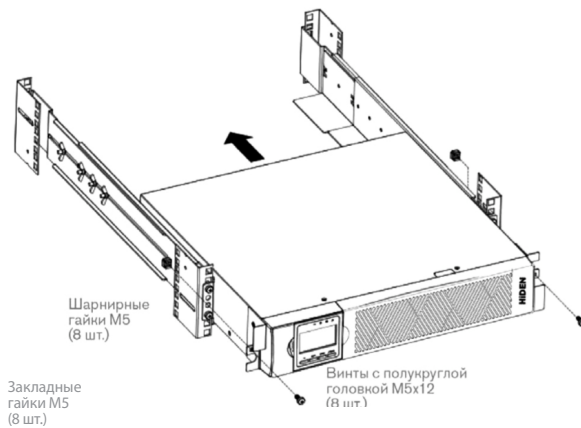

Рис. 4 Крепление передней части шкафа
- л. Закрепите переднюю часть ИБП на стойке с помощью винтов с полукруглой головкой M5x12 и одной закладной гайки M5 с каждой стороны(см. рис.4). Установите нижний винт на каждой стороне через нижнее отверстие кронштейна и нижнее отверстие рельса.